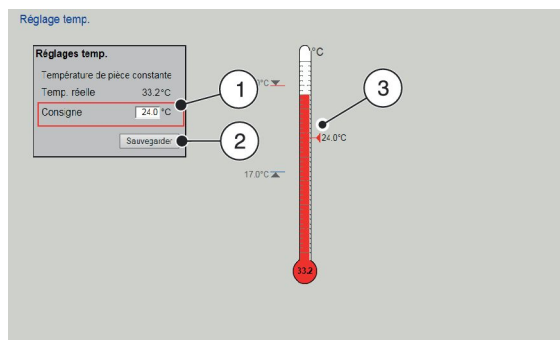

Fig. 43 : Réglage du point de consigne de la température
L'écran « Régler la température » (Fig. 43) affiche la température actuelle et permet de définir une température de consigne.
2. ▶ Saisir la température de consigne dans le champ « Point de consigne » (Fig. 43 /1) ou de déplacer le triangle rouge à la température souhaitée sur le thermomètre (Fig. 43 /3).
3. ▶ Cliquer sur « Enregistrer » (Fig. 43 /2).